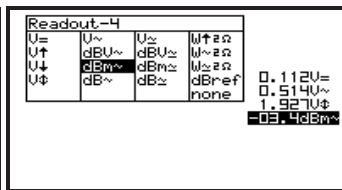

Рис. 9
- Используя курсорные кнопки, выделите требуемую измерительную функцию для данного параметра (рис. 9).